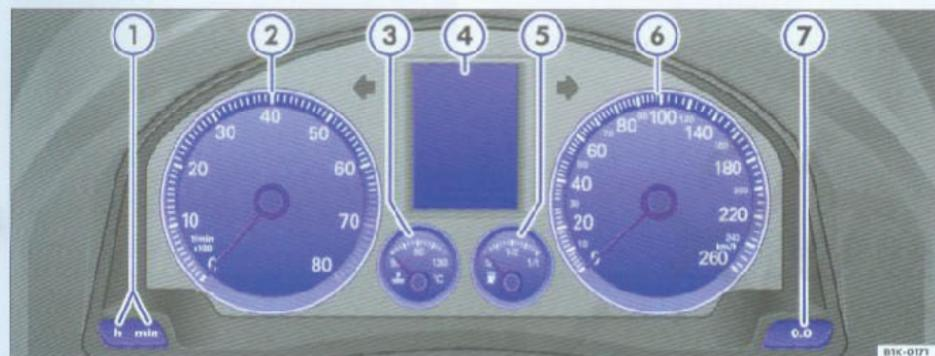
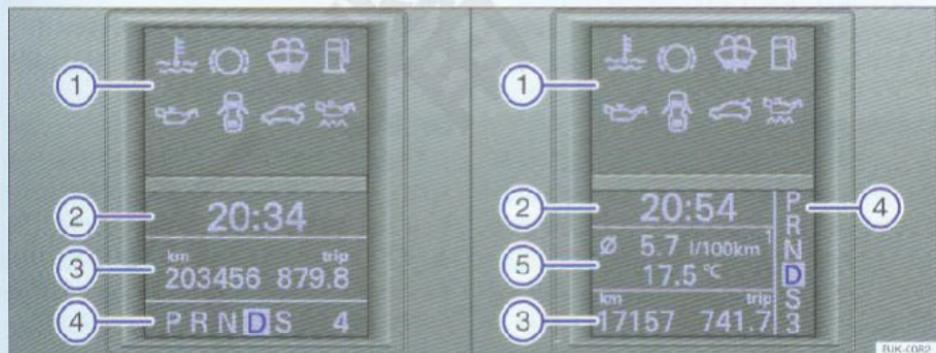
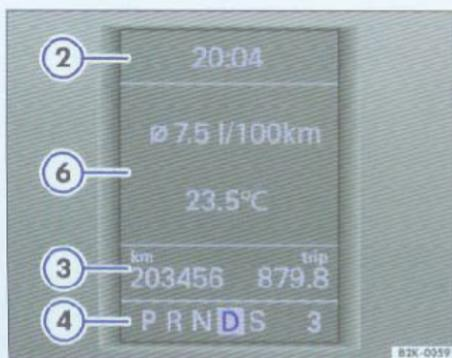

图3 仪表板总图:全装备车型组合仪表
图7 组合仪表显示屏：右图为配备多功能显示器的显示屏，左图为不配备多功能显示器的显示屏
图8 组合仪表显示屏：配备多功能显示器的显示屏
表盘②上红色区域的的始点⇒图3表示发动机的最高允许转速，发动机经正确磨合，并处于工作温度时方能以最高允许转速短时运转。建议指针达到红色区域前换入高档或松开油门踏板。
显示区③上的左侧计数器记录汽车行驶总里程⇒图7，图8；右侧计数器记录单程行驶里程，计数器最后一位数代表100米。按压回零按钮⑦即可将单程计数器调为零⇒5页，图3。
- 关闭点火开关，按住回零按钮⑩⇒5页，图3，⑦
一旦选定存储器，显示区⑤的右上角即显示存储器的序号→7页，图7。
汽车行驶约100米后，将显示平均燃油消耗率⇒7页，图7。此前仅显示短横线，行驶中，系统每5秒钟更新一次显示值，但不显示已使用的燃油量。